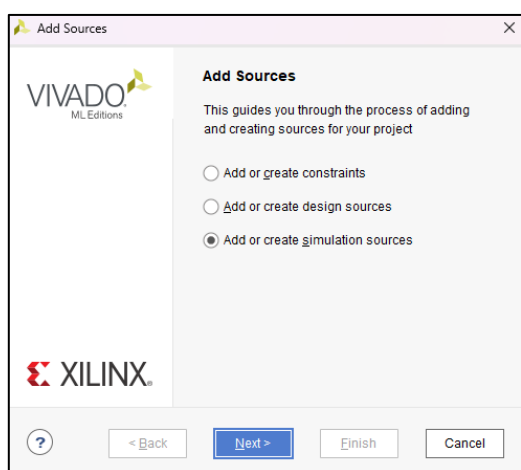

图 0.16 创建仿真测试文件页面
(1)、在项目管理器中，点击“Add source”，在创建源文件选择页面中选择第三项 Add or Create Simulation Sources，如图 0.16 所示。